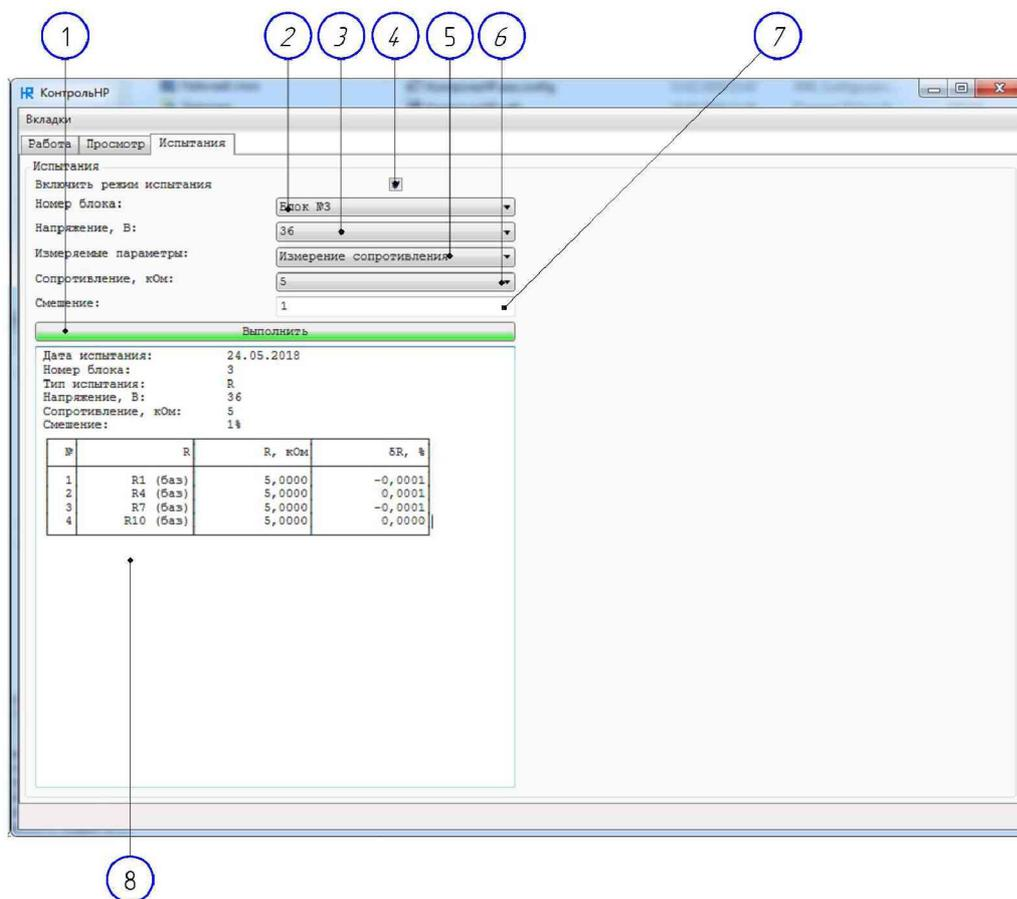

Рисунок 11.
4.5.2.3 Установить флажок (Рисунок 11, выноска 4).
4.5.2.4 Выбрать номер испытываемого блока (Рисунок 11, выноска 2)– «Блок №1».
4.5.2.5 Выбрать опорное напряжение, В (Рисунок 11, выноска 3) – «9».
4.5.2.6 Выбрать измеряемые параметры (Рисунок 11, выноска 5)– «Измерение погрешности Кд».
4.5.2.7 Задать смещение (отклонение от номинального значения проверяемого коэффициента деления) (Рисунок 11, выноска 7)– «0».
4.5.2.8 Запустить измерения нажав на кнопку «Выполнить» (Рисунок 11, выноска 1). Измерения производятся при каждом из коэффициентов деления. Сообщения когда и какой коэффициент деления устанавливать на Р3028 компьютер выводит на монитор. После установки требуемого коэффициента на клавиатуре нажимать клавишу «Enter» или на форме нажимать кнопку «ОК». Номинальные значения коэффициентов, которые необходимо будет установить приведены в таблице 6.
4.5.2.9 После выполнения измерений по п.п 4.5.2.8 в области, обозначенной выноской 8 (Рисунок 11), отобразятся результаты измерения погрешностей всех коэффициентов деления. Кроме того, эти же данные будут записаны на диск компьютера для последующей обработки.
4.5.2.12 Выбрать номер испытываемого блока (Рисунок 11, выноска 2) – «Блок №1».
4.5.2.13 Выбрать опорное напряжение, В (Рисунок 11, выноска 3) – «9».
4.5.2.14 Выбрать измеряемые параметры (Рисунок 11, выноска 5) – «Измерение сопротивления».
4.5.2.15 Задать значение сопротивление, кОм (Рисунок 11, выноска 6) – «10».
4.5.2.16 Задать смещение (отклонение от номинального значения проверяемого коэффициента деления) (Рисунок 11, выноска 7) – «0».
4.5.2.18 Запустить измерения нажав на кнопку «Выполнить». После выполнения всех измерений в области, обозначенной выноской 8 (Рисунок 11), отобразятся результаты измерения сопротивлений. Кроме того, эти же данные будут записаны на диск компьютера для последующей обработки.
4.5.3.3 Выбрать номер испытываемого блока (Рисунок 11, выноска 2) – «Блок № 2».
4.5.3.4 Выбрать опорное напряжение, В (Рисунок 11, выноска 3) – «30».
4.5.3.5 Выбрать измеряемые параметры (Рисунок 11, выноска 5) – «Измерение погрешности Кд».
4.5.3.8 После выполнения измерений по п.п 4.5.3.7 в области, аналогичной обозначенной выноской 8 (Рисунок 11), отобразятся результаты измерения погрешностей всех коэффициентов деления. Кроме того, эти же данные будут записаны на диск компьютера для последующей обработки.
4.5.3.10 Выбрать номер испытываемого блока (Рисунок 11, выноска 2) – «Блок №2».
4.5.3.11 Выбрать опорное напряжение, В (Рисунок 11, выноска 3) – «30».
4.5.3.12 Выбрать измеряемые параметры (Рисунок 11, выноска 5) – «Измерение сопротивления».
4.5.3.13 Задать значение сопротивление, кОм (Рисунок 11, выноска 6) – «530».
4.5.3.14 Задать смещение (отклонение от номинального значения проверяемого коэффициента деления) (Рисунок 11, выноска 7) – «0».
4.5.3.16 Запустить измерения нажав на кнопку «Выполнить». После выполнения всех измерений в области, аналогичной обозначенной выноской 8 (Рисунок 11), отобразятся результаты измерения сопротивлений. Кроме того, эти же данные будут записаны на диск компьютера для последующей обработки.
4.5.4.3 Выбрать номер испытываемого блока (Рисунок 11, выноска 2) – «Блок № 3».
4.5.4.4 Выбрать опорное напряжение, В (Рисунок 11, выноска 3) – «36».
4.5.4.5 Выбрать измеряемые параметры (Рисунок 11, выноска 5) – «Измерение погрешности Кд».
4.5.4.6 Задать смещение (отклонение от номинального значения проверяемого коэффициента деления) (Рисунок 11, выноска 7)– «0».
4.5.4.8 После выполнения измерений по п.п 4.5.4.7 в области, аналогичной обозначенной выноской 8 (Рисунок 11), отобразятся результаты измерения погрешностей всех коэффициентов деления. Кроме того, эти же данные будут записаны на диск компьютера для последующей обработки.
4.5.4.10 Выбрать номер испытываемого блока (Рисунок 11, выноска 2) – «Блок № 3».
4.5.4.16 Запустить измерения нажав на кнопку «Выполнить». После выполнения всех измерений в области, аналогичной обозначенной выноской 8 (Рисунок 11), отобразятся результаты измерения сопротивлений. Кроме того, эти же данные будут записаны на диск компьютера для последующей обработки.